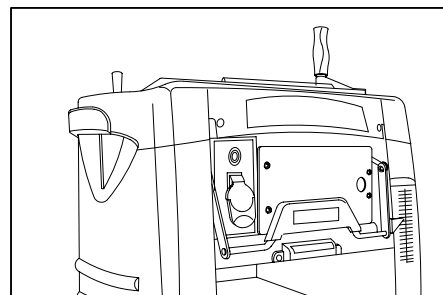

Fig. 10
1. Tire hacia fuera de la palanca de bloqueo del cabezal de corte. (Fig. 10)